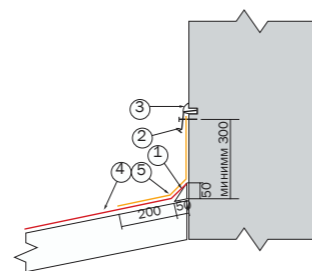

Рис. 35. Устройство примыканий к вертикальным поверхностям
В местах стыков ската кровли со стенами (рис. 35) набивается треугольная рейка (1), на которую заводится рядовая черепица (4). В качестве треугольной рейки может быть использован деревянный брус 50x50 мм, распущенный по диагонали, либо обычный деревянный плинтус (1). Если поверхность вертикальной стены кирпичная, то ее необходимо предварительно оштукатурить и праймировать. Поверх рядовой черепицы монтируются полосы ендовного ковра ТехноНИКОЛЬ (5) шириной не менее 500 мм с проклейкой битумной мастикой ТехноНИКОЛЬ (мастика наносится на всю тыльную поверхность выкройки ендовного ковра). На стену полоса заводится не менее чем на 300 мм, а в климатических зонах с повышенными снеговыми нагрузками эта величина может быть увеличена. Верхняя часть примыкания заводится в штрабу и закрывается металлическим фартуком (2), который закрепляется механически и герметизируется силиконовым, тиоколовым или полиуретановым герметиком (3).